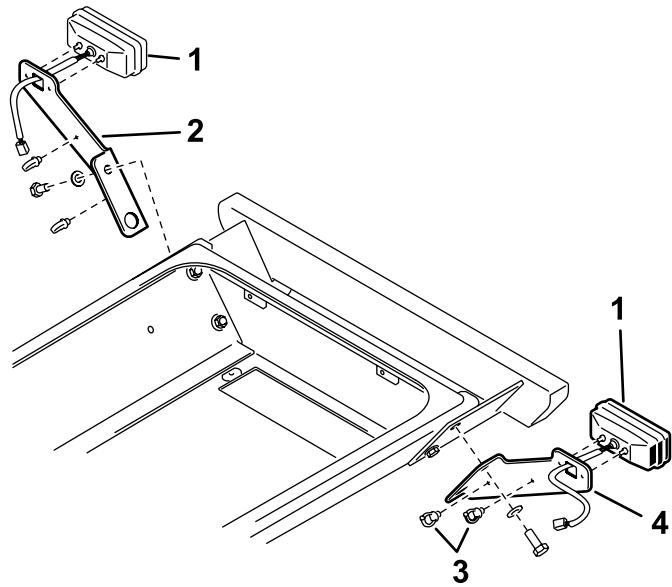

Figura 15
2. Con il bullone, la rondella e il dado rimossi in precedenza, fissate il supporto del fanale sinistro alla staffa e al telaio (Figura 15). Accertatevi che il foro inferiore nel supporto del fanale sia posizionato sopra il bullone di fissaggio inferiore del paraurti.
1. Fanale posteriore (2) 3. Clip di cabaggio
3. Montate il fanale posteriore sul relativo supporto con i bulloni e i dadi forniti con il fanale (Figura 15).